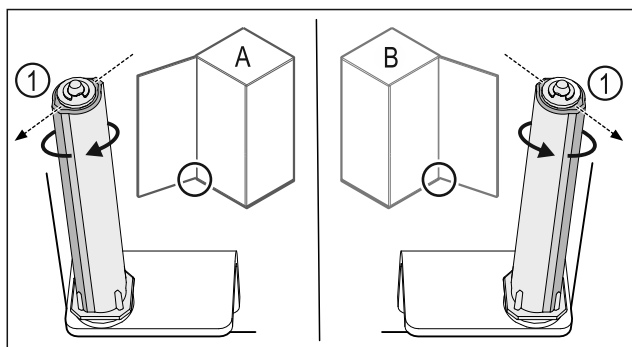

Fig. 38 Levo omejilo (A) / desno omejilo (B)
- Obrnite zaporni sistem proti uporju, dokler ni mostiček zapornega sistema Fig. 38 (1) obrnjen navzven.